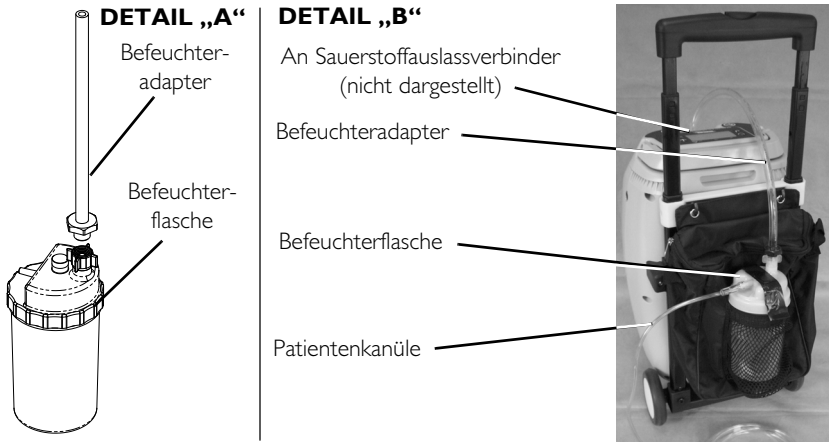

ABBILDUNG 6.4 Befestigung des Befeuchters
*HINWEIS: Nähere Angaben zu diesem Verfahren finden Sie in **ABBILDUNG 6.3** und **ABBILDUNG 6.4** auf Seite 242.*
3. Befeuchteradapter durch drehen der Flügelmutter an der Befeuchterflasche im Uhrzeigersinn an die Befeuchterflasche anbringen, bis dieser fest sitzt. Siehe Detail „A“ in **ABBILDUNG 6.4**.
4. Befeuchterflasche/-adapteeinheit in die Außentasche der Zubehörtasche stecken. Die Zubehörtasche wie in ABBILDUNG 6.4 dargestellt, an der Karre befestigen.
6. Sauerstoffschläuche der Befeuchterflasche/-adapteeinheit an den Sauerstoffauslassverbinder am Konzentrator anschließen. Siehe Detail „B“ in ABBILDUNG 6.4.
7. Kanüle/Patientenversorgungsschlauch am Auslass der Befeuchterflasche anbringen. Siehe Detail „B“ in ABBILDUNG 6.4.